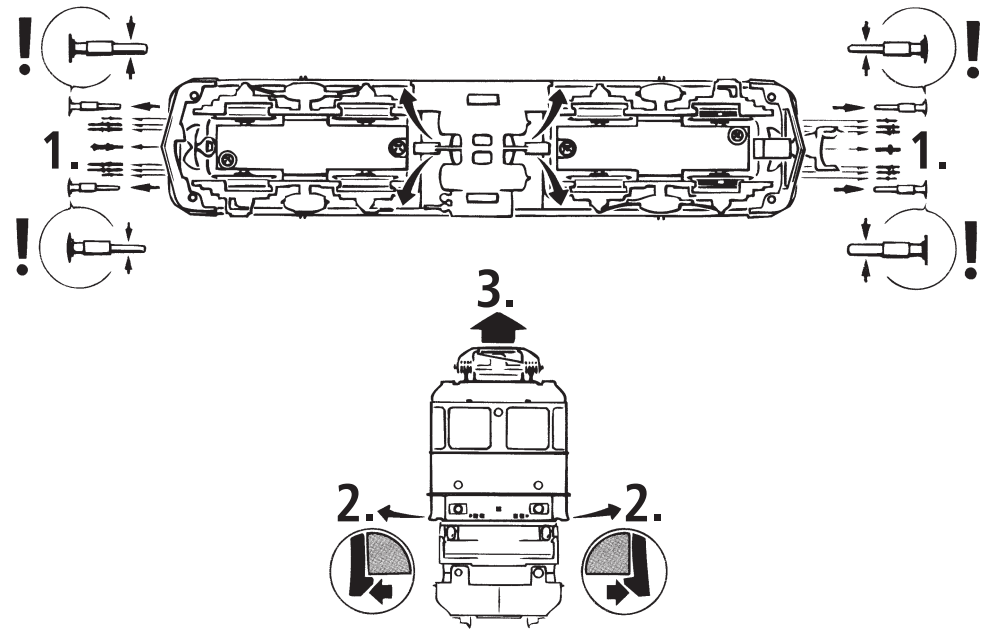

Fig. 4
3. Haftreifenwechsel: Zuerst die Drehgestellblende abnehmen (Fig. 4). Danach den **Radsatz** herausnehmen und die **Haftreifen** mit einer Nadel od. mit einem feinen Schraubendreher abziehen (Fig. 4). Beim Aufziehen der neuen Haftreifen darauf achten, dass diese sich nicht verdrehen.
3. Change of traction tyre: Remove the bogie blind. Take out **wheel set** and remove **traction tyre** using a pin or a fine screwdriver (fig. 4). When pressing on the new traction tyre please **avoid twisting it**.
3. Échange des bandages d'adhérence: Dé- montez d'abord **les flancs de bogies** des en-grenages. Délogez ensuite les essieux bandagés et enlevez, à l'aide d'une aiguille ou d'un tourne-vis fin, les bandages d'adhérence (fig. 4). Lors du montage des nouveaux bandages veuillez veiller à ce que les bandages **ne soient pas tor-dués**.